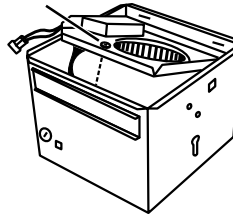

FIG. 3
2. Choose either the top or side of housing for electrical connection. Remove the knockout by bending it back and forth to break tabs. (FIG. 3)
2. Elija la parte lateral o la parte superior de la caja para hacer las conexiones eléctricas. Saque el disco removible doblando éste para adelante y para atrás y así romper las lengüetas. (FIG. 3)